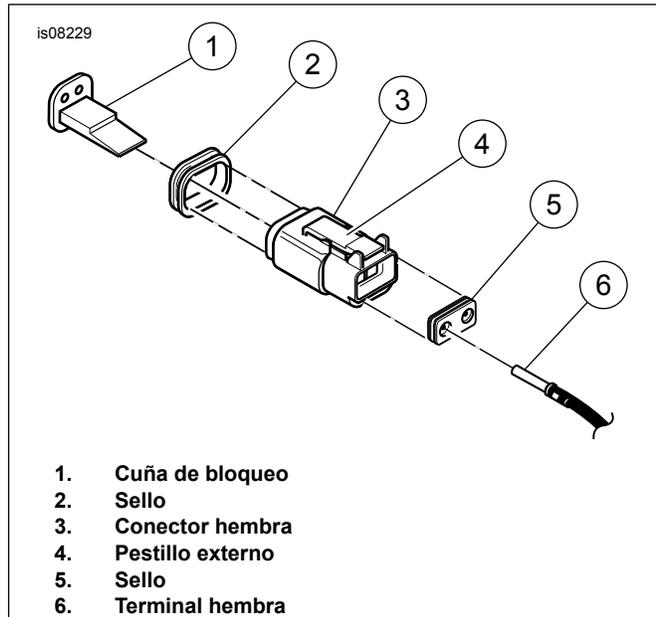

Figura 2. Conector eléctrico de la señal de giro trasera
Vea Figura 2. **Los modelos de 1994 y 1995** tienen un conector Deutsch debajo del asiento.
2. Vea Figura 2. **En los modelos de 1994 y 1995**, siga los cables de la señal de giro trasera hasta los dos conectores ubicados debajo del asiento. Separe las mitades hembra de los conectores de la señal de giro trasera, presionando el pestillo externo de cada conector y moviendo la mitad hembra hacia adelante y hacia atrás hasta que quede libre. Deje conectadas las mitades macho de los conectores a la estructura. Quite la cuña secundaria de bloqueo color naranja de cada conector, insertando la hoja de un destornillador pequeño en la ranura de la cuña de bloqueo. Gire el destornillador 90 grados para hacer saltar la cuña. Suavemente saque los cables de cada conector, mientras libera las pequeñas lengüetas de bloqueo en el interior del conector, usando un destornillador pequeño de hoja plana.